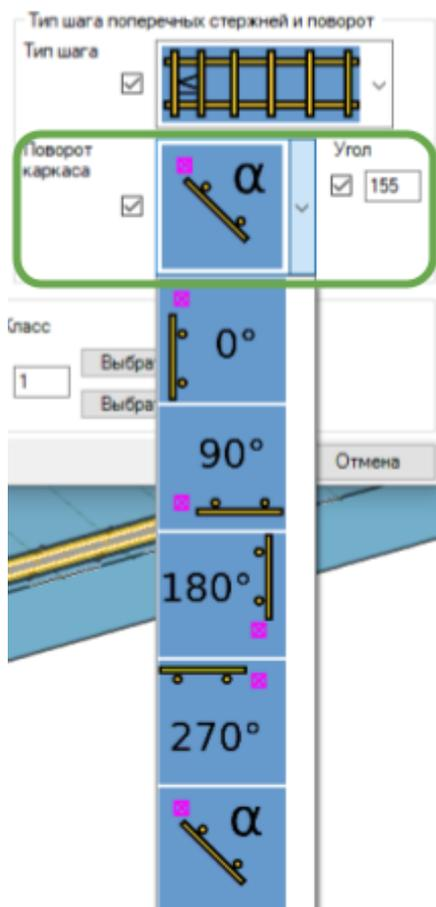

Рис. 10.1. Поворот каркаса на произвольный угол
3. В версии 1.4 добавлена возможность поворота каркаса на произвольный угол (см. рис. 10.1)